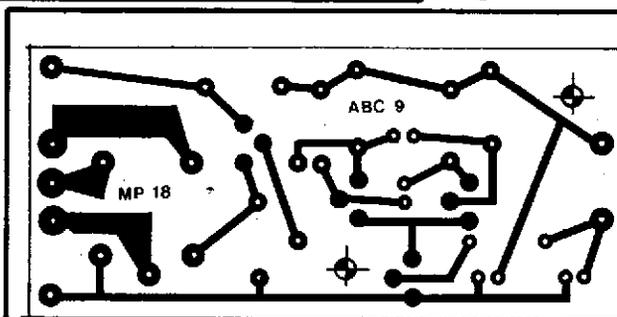

Fig. 4
- FIG. 4 - O padrão cobreado do Circuito Impresso específico, com o lay out das suas "ilhas" e "pis-